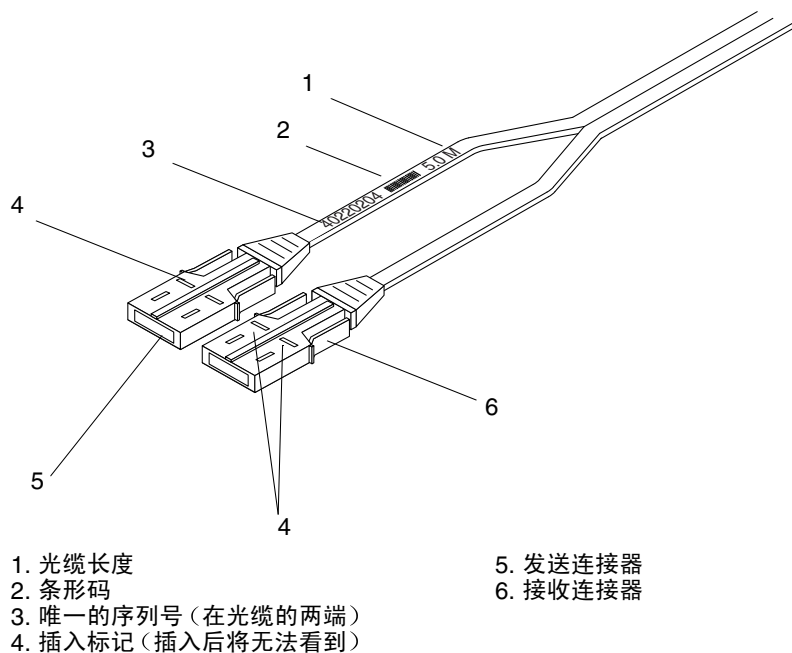

图 3-7 Sun Fire Link 光缆
- 每根光缆的每一端均有两个插头（图 3-7）。白色插头表示发送光缆，黑色插头表示接收光缆。
- 每根光缆均标有序列号，这在跟踪光缆路线时有用（图 3-7）。
- 光缆连接器插头的一侧有一个突起（图 3-7），用来表示光缆与连接器之间正确对齐。